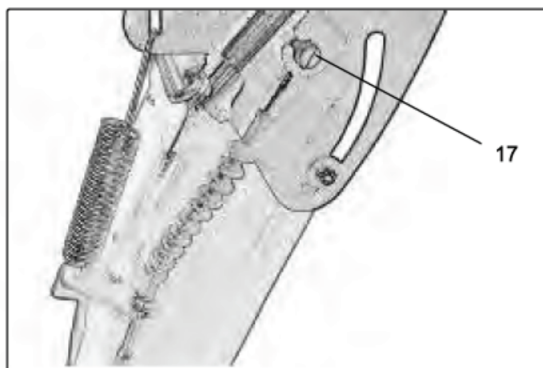

Рис. 7
- Установите тросик привода регулировки дальности выброса: вставьте тросик в верхнюю часть желоба, отрегулируйте его длину и зафиксируйте болтом (рис. 7 поз 17).